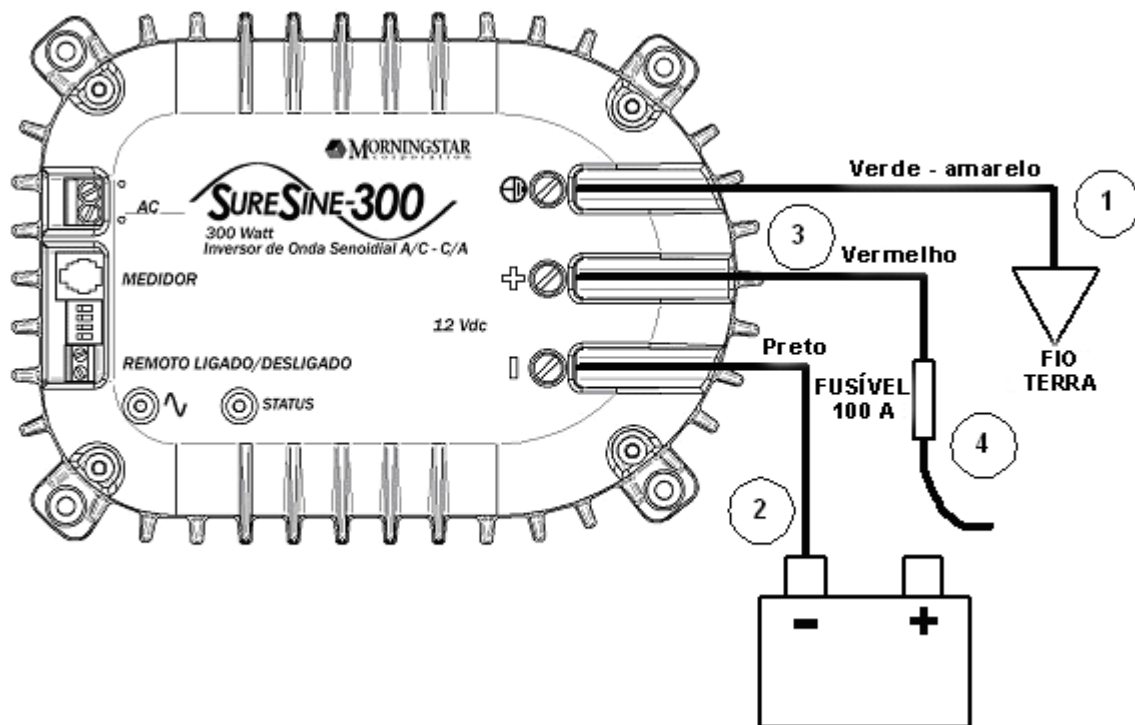

Figura 5 – Diagrama da rede CC
Não são fornecidos cabos de alimentação CC. Utilize somente fios listados pela UL, dimensionados para a tensão, a corrente e o comprimento de fio necessários ao sistema. É recomendável utilizar fios de calibre mínimo. Use o fio de cor apropriada para cada conexão CC, conforme mostrado na figura 5.
1. Instale o aterramento, como mostrado na Figura 5, utilizando um fio verde listado pela UL de calibre 4 AWG (25 mm²) ou maior. O condutor de aterramento deve ser de calibre maior que os condutores de alimentação da bateria.